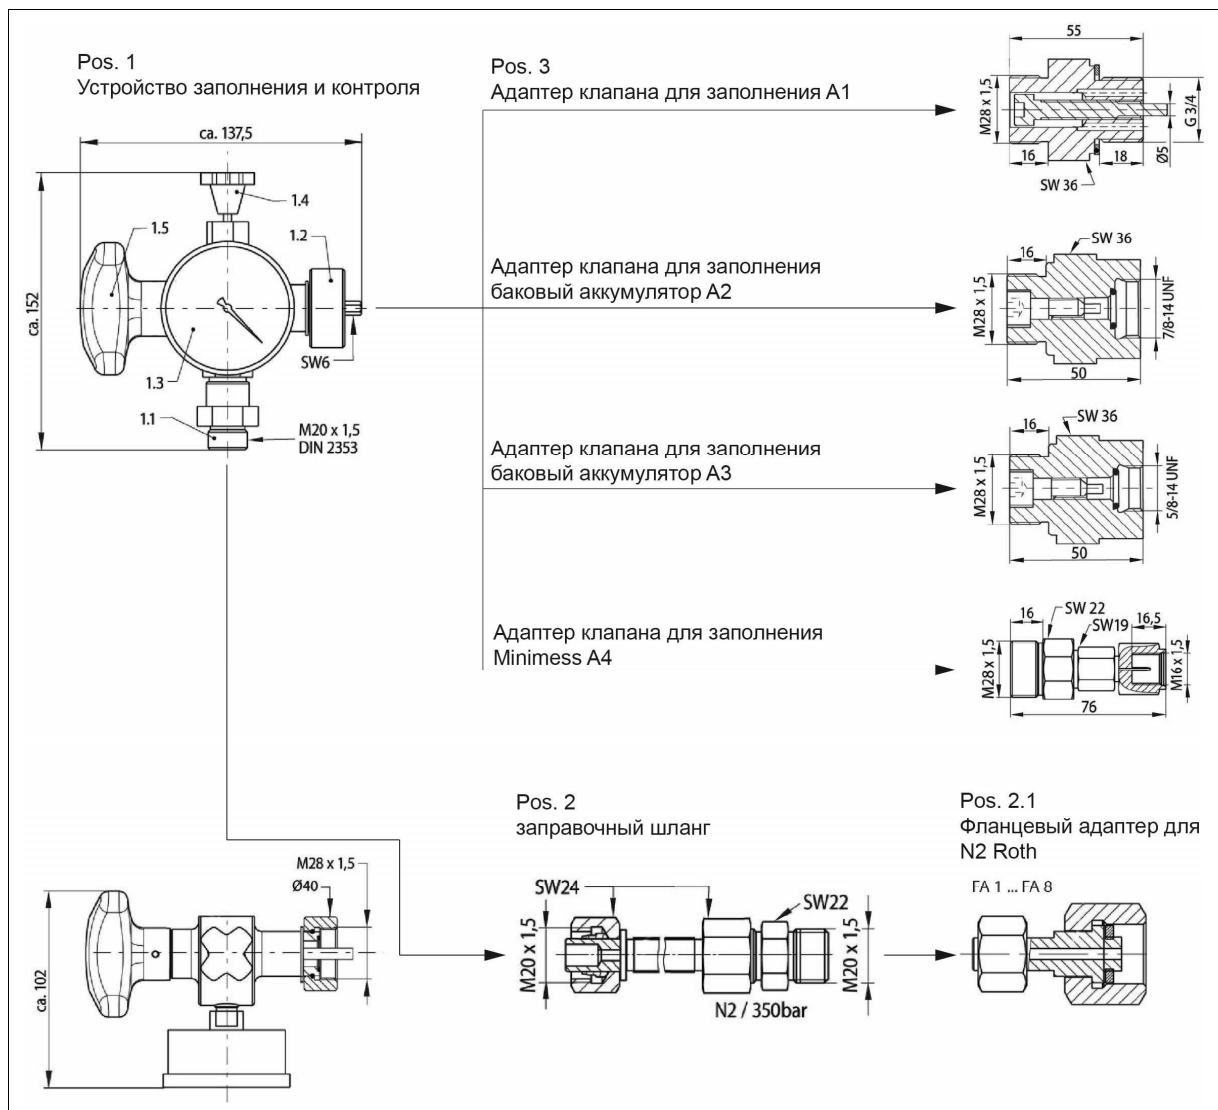

Рисунок 1-1 Устройство контроля заполнения Roth
Использовать устройство контроля заполнения (смотри рис. 1-1) может только квалифицированный персонал в соответствии с приведенной ниже инструкцией по выполнению работ.
2	Поверните шпindelь разгрузочного клапана (рис. 1-1 поз. 1.4) устройства контроля заполнения (рис. 1-1 поз. 1) до упора вправо (закройте).
5	Соедините соответствующее соединение заправочного шланга (рис. 1-1 поз. 2) с соединительным элементом устройства контроля заполнения.
6	<p>Соедините другой конец заправочного шланга (рис. 1-1 поз. 2) с соединительным элементом фланца N2. Для этого Вам потребуется соответствующий адаптер N2 FA1 ... FA8 (рис. 1-1, поз. 2.1).</p> <p>Перед каждым заполнением проверяйте заправочный шланг (рис. 1-1 поз. 2) на предмет повреждений. Чтобы избежать возможных опасностей в случае разрыва заправочного шланга необходимо принять соответствующие меры безопасности. Например, установите натянутый параллельно заправочному шлангу стальной страховочный трос, соединенный с заправочным шлангом в нескольких местах. Помните о том, что максимальный срок службы заправочного шланга составляет около 6 лет, и его не следует превышать.</p>
8	Для этого следует поворачивать клапан фланца N2 до тех пор, пока на манометре не установится необходимое давление (P_0). P_0 можно считать на манометре со стороны газа аппарата или аккумуляторной станции, если он есть, в том числе при открытом клапане заполнения. Фланцевый адаптер N2 (рис. 1-1 поз. 2.1) время от времени следует закрывать, чтобы считать P_0 .
10	Если P_0 слишком высоко, его необходимо снизить до необходимого уровня при помощи разгрузочного клапана (рис. 1-1 поз. 1.4). Фланцевый клапан N2 должен быть закрыт.
- Проведите процессы 11-13. Снимите адаптер фланца N2 (смотри рис. 1-1 поз. 2.1) с заправочного шланга (рис. 1-1 поз. 2.1) на пустом фланце N2 и закрепите заправочный шланг на новом фланце N2.
3	Поворачивая клапан сброса давления влево (рис. 1-1 поз. 1.4) можно спустить N2.
4	Проверьте, отсутствует ли давление в аппарате со стороны газа. Если это так, стрелка манометра должна показывать 0 бар. Оставьте клапан сброса давления (рис. 1-1 поз. 1.4) открытым.